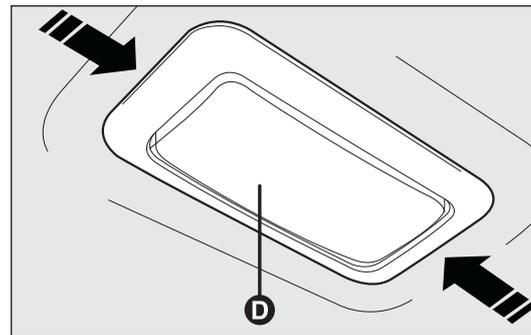

fig. 177
- agir sur les points indiqués par les flèches et enlever le plafonnier D-fig. 177 ;
- refermer le volet de protection E et réinsérer le plafonnier D-fig. 177 dans son logement en s'assurant de son blocage.